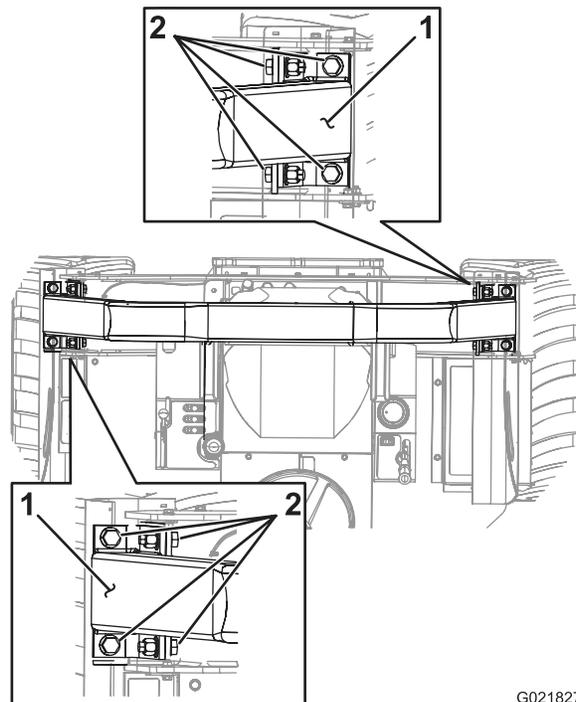

Figura 96
1. Compruebe que los 8 pernos que sujetan la barra del ROPS al chasis de la máquina están apretados a 24,4–26,1 N-m; consulte Figura 96.